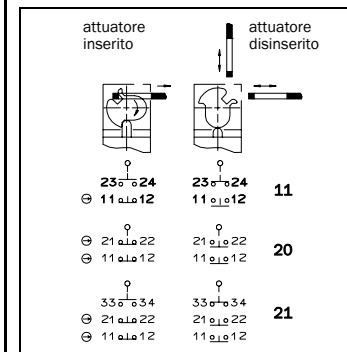

Fig. 5: elementi e funzioni di comando per varianti con ingresso cavo M16
- per il collegamento dei contatti vedere Fig. 5.